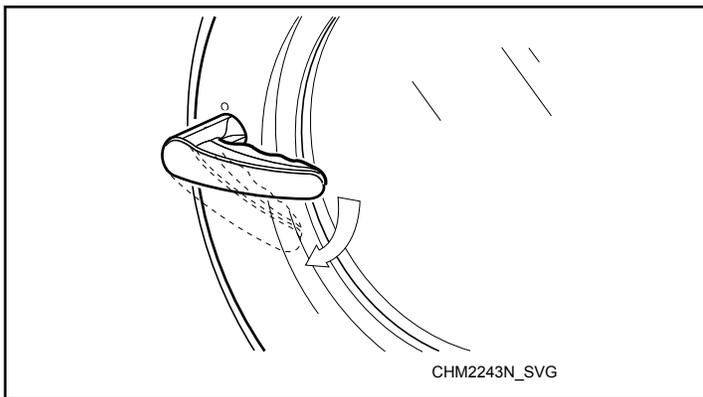

Figure 41
2. Tourner la poignée dans le sens horaire pour ouvrir. Se reporter à la *Figure 41*.